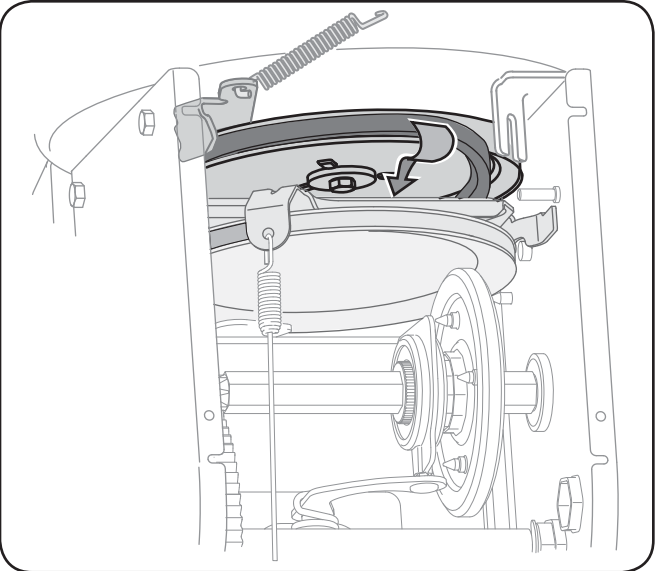

Fig. 7-6
- 8. Dégagez la courroie de la poulie de la tarrière et faites glisser la courroie en le support et la poulie de la tarrière. Voir la Fig. 7-6.